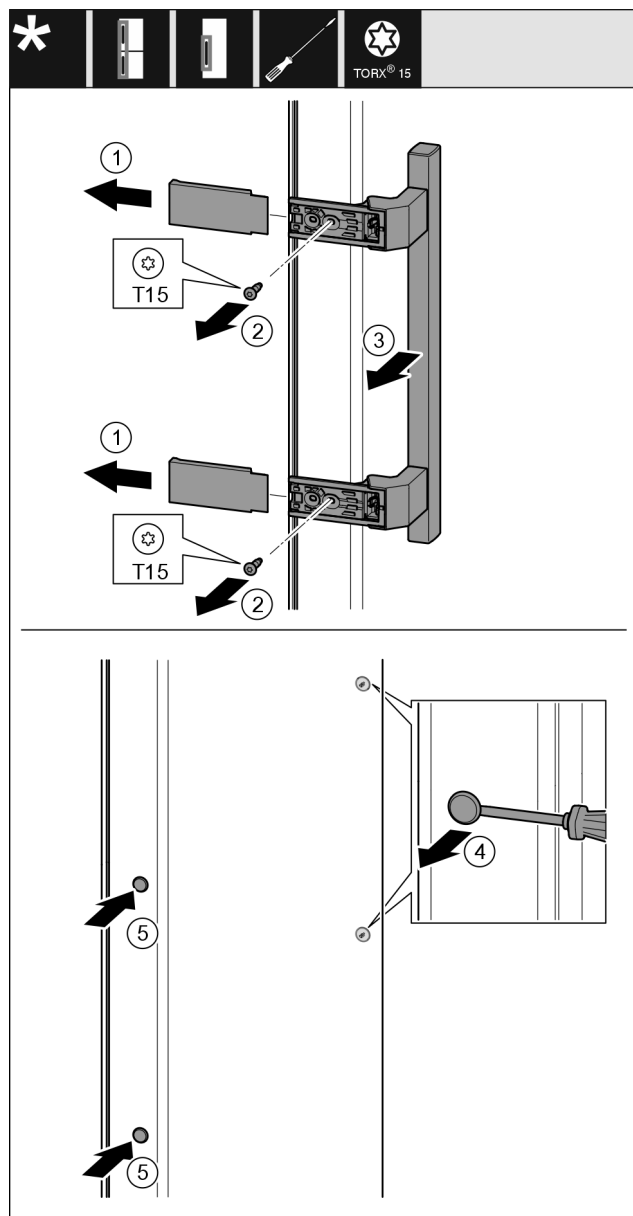

Fig. 24
- 拆下盖板 Fig. 24 (1)。
- 用螺丝刀将螺钉 Fig. 24 (2)旋开。
- 取下把手 Fig. 24 (3)。
- 用带槽螺丝刀小心地提起侧边的堵头 Fig. 24 (4)并将其拉出。
- 将堵头 Fig. 24 (5)重新放入另一个侧。